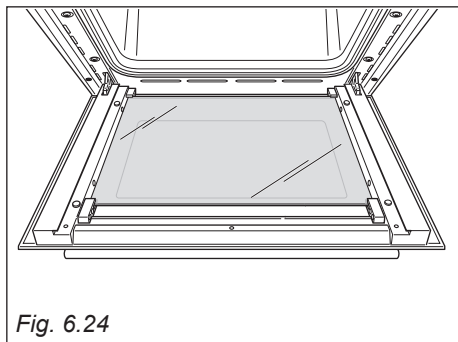

Fig. 6.24
- Sganciare il vetro intermedio dai morsetti inferiori spingendolo nel senso della freccia (fig. 6.24).